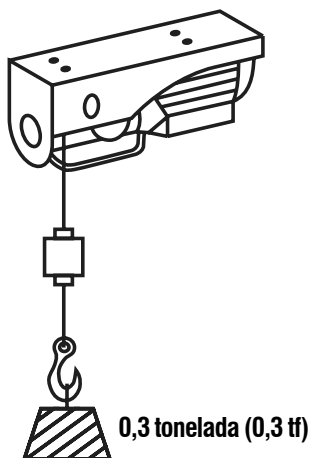

Fig. 15 – Guincho com a configuração simples
- c. Com a configuração simples, sem o gancho com a polia de inversão, a capacidade de carga máxima é de 0,3 tonelada (0,3 tf) (Fig. 15), com elevação máxima de 12 metros de altura.